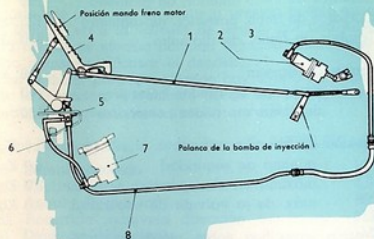

Fig. 6. - Mando freno-motor
- c) Mando mecánico (Ver fig. 6).